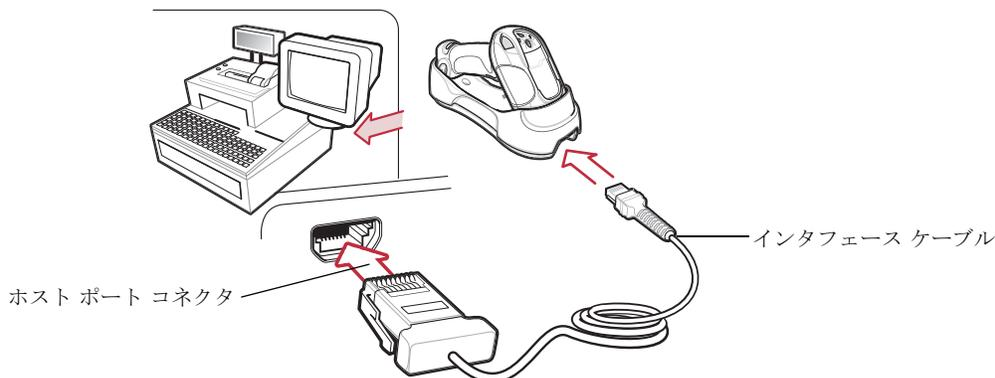

図 9-1 IBM 直接接続
- ✓ **注** インタフェース ケーブルは構成によって異なります。図 9-1 に示したコネクタは一例です。実際には、別のコネクタが使用される場合もありますが、クレードルの接続手順は同じです。